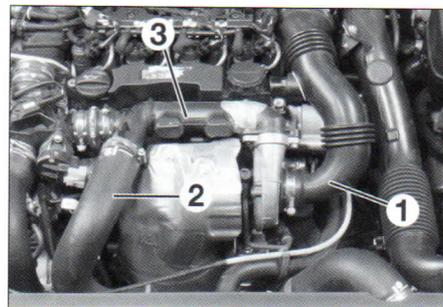
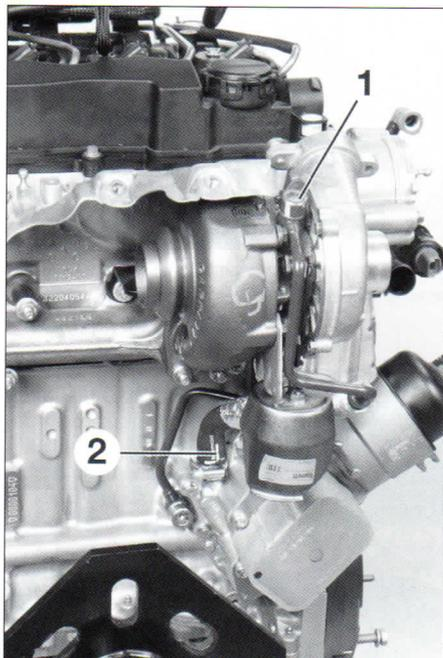
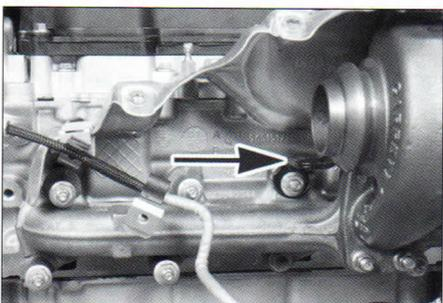

FIG.32
FIG.33
FIG.34
- el conducto de aire de la caja de filtro de aire y de la tapa de culata al turbocompresor (1) (**fig. 32**).
- el conducto de aire (2).
- la caja de absorción de resonancia del turbocompresor (3).
- el racor de alimentación de aceite del turbocompresor (1) (**fig. 33**).
- el racor de sobrante de aceite del turbocompresor (2).
- la pata de refuerzo (**fig. 34**).